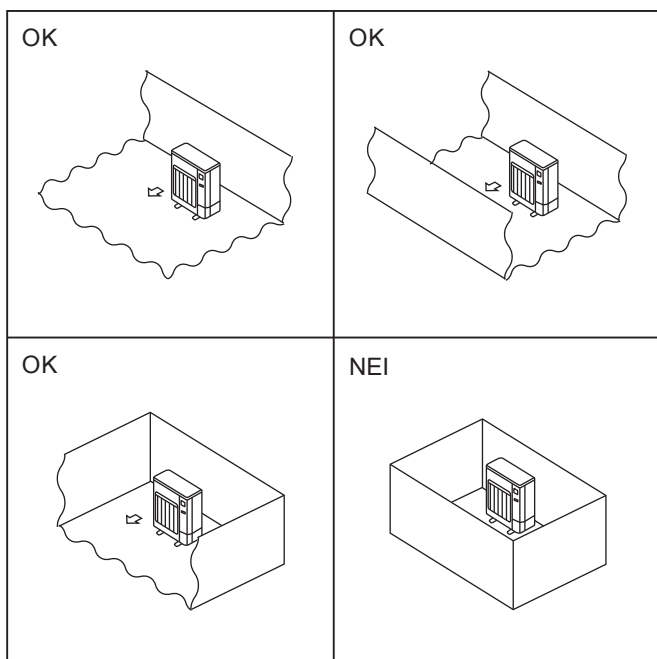

Fig. 2-2
- Ⓞ Monter utendørsenheter på et sted der minst én av fire sider er åpne, og i et tilstrekkelig stort område uten fordympninger. (Fig. 2-2)